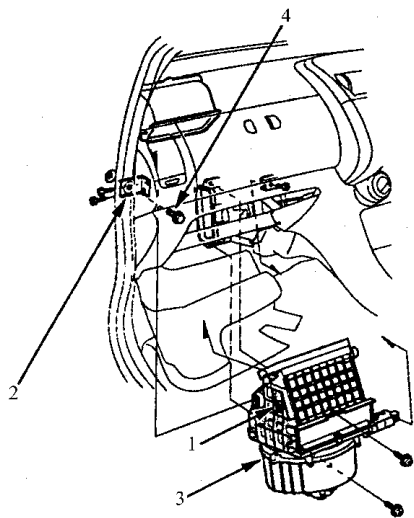

图 10-22 拆卸夹子
- 5) 如图 10-22 所示，拆卸夹子。拆卸装配螺栓、螺杆和托架。拆卸自攻螺钉和鼓风机装置。